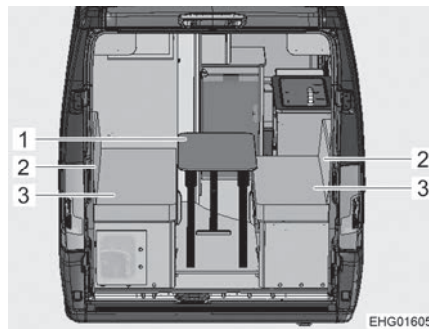

Fig. 83 Antes de la transformación
- Plegar la mesa plegable (Fig. 83,1) y colocarla a un lado o introducirla en el compartimento de almacenamiento situado debajo del pedestal.
- Retirar los dos cojines del respaldo (Fig. 83,2). Los cojines del respaldo constan de 2 segmentos cada uno (un cojín y una cuña). El cojín se utiliza para montar la cama, la cuña puede utilizarse opcionalmente para elevar la cabeza.
- Retirar ambos cojines del asiento (Fig. 83,3).